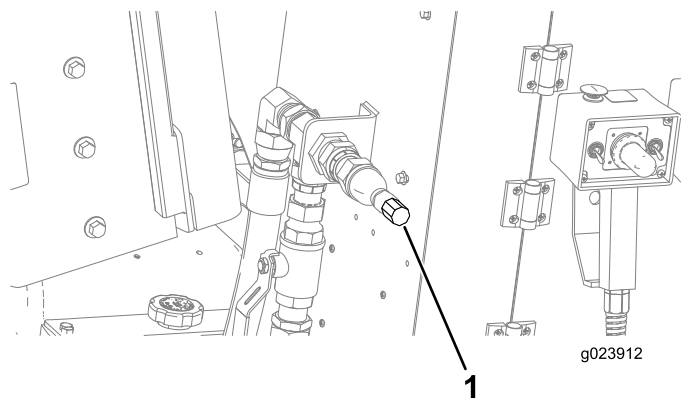

Рисунок 133
5. Подсоедините съемный поливной шланг к штуцеру (Рисунок 133).